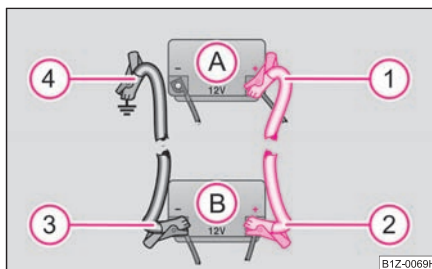

Fig. 166 Ayuda de arranque con la batería de otro vehículo: A – batería descargada del vehículo, B – batería auxiliar
- Conecte un extremo **1** al polo positivo ⇒ fig. 166 de la batería descargada **A**.